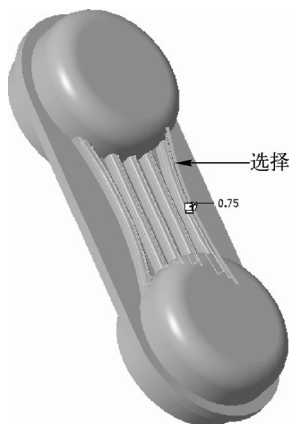

图 16-55 选择倒圆角边线
STEP 13 使用“倒圆角”命令，设置圆角半径值为“0.75”，在绘图区中选择合适的边线作为倒圆角对象，如图 16-55 所示。